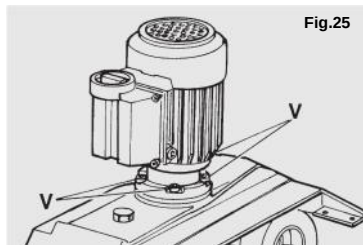

Fig.25
- 2) Quitar el motor actuando sobre los 4 tornillos de sujeción (V Fig.25).